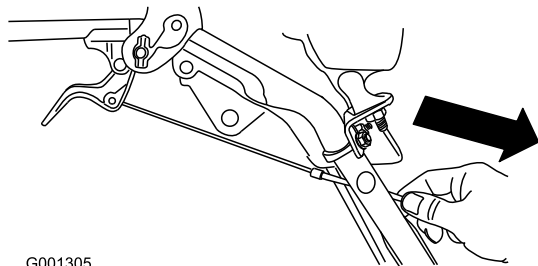

Figura 9
4. Abbassate con catela la guaina del cavo finché la leva della frizione ruota non si abbassa eliminando l'imbando dal cavo, quindi serrate a fondo il dado del serrafilò del cavo (Figura 9).